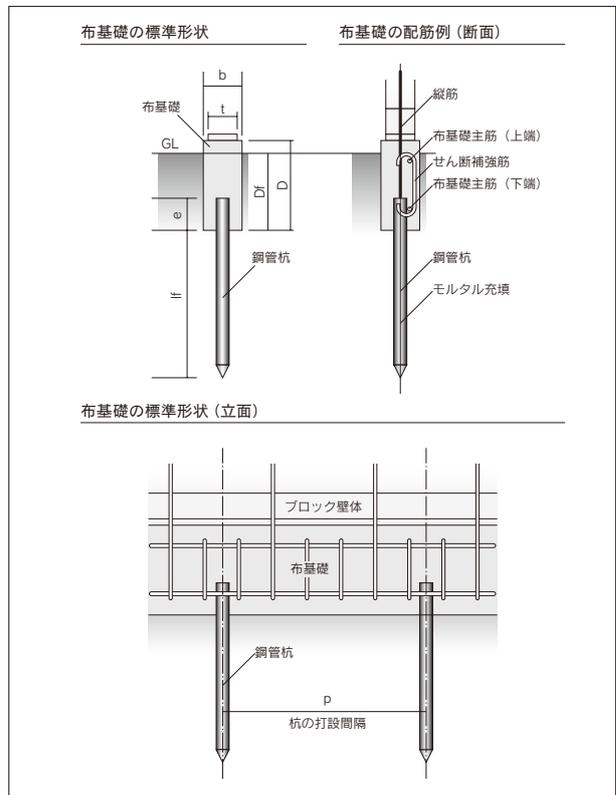

図3 鋼管杭基礎の標準形状および配筋
- ①杭に使用する鋼管はJIS A 8951(鋼管足場)に規定される単管足場用鋼管で外径が48.6mm、厚さ2.5mmで亜鉛メッキされているもの、およびそれと同等以上のものとする。
- ②布基礎は鉄筋コンクリート造とし、その形状および杭の配置は下記、表5、表6ならびに図3による。
- ③杭の打設に際し、杭先端にパイプ用キャップを取り付け、鋼管内に土が入らないようにする。
- ④鋼管の内部にはモルタルを充填する。充填モルタルの割合はセメント/砂容積比が1/2程度で、流動性に富むものとする。
- ⑤打設に先立ち、試験杭で貫入抵抗を確認し必要長さを決定する。